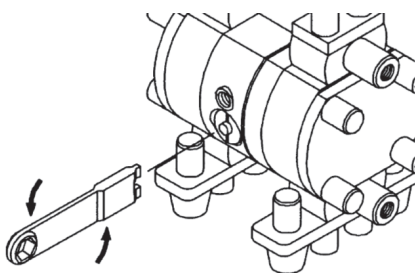

Fig. 7.1.
- (Fig. 7.1) Retire la tapa usando la herramienta especial CF771132 (fig. 7.4).